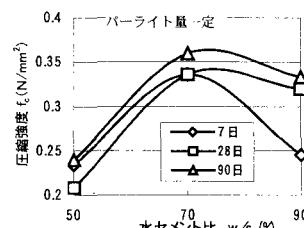
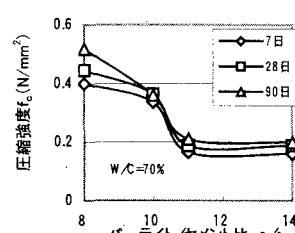

図5 水セメント比と圧縮強度の関係
図6 P/Cの違いによる強度性状
4.3 圧縮強度 水セメント比と圧縮強度の実験結果を図5に示す。W/C=70%の強度が高くなることを示した。パーライト/セメント比(P/C)と圧縮強度の実験結果を図6に示す。パーライト量が増大すると圧縮強度は減少した。